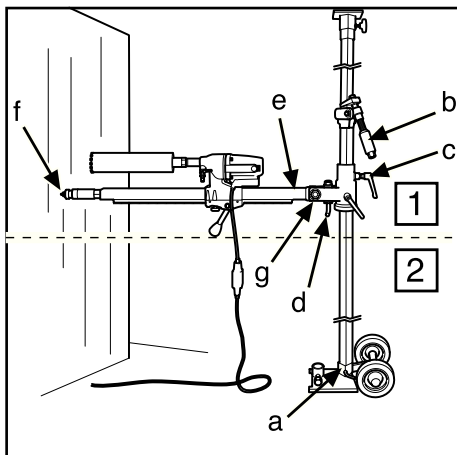
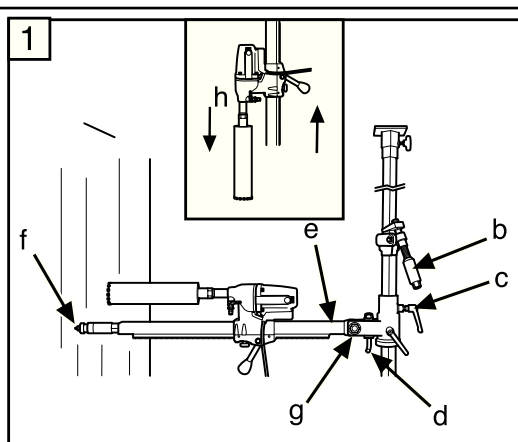
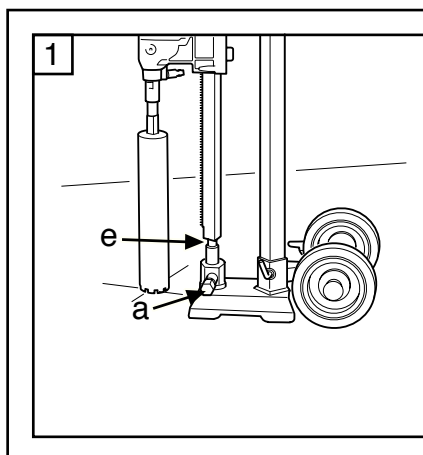

Рис.3
Рис.4
Рис.10
2. Разместите опорную плиту у стены на расстоянии длины сверлильной колонки, винт штатива должен быть ввинчен. Для бурения на высоте до 1.5 м внешняя труба опорной колонки должна быть снизу, а для бурения выше 1.5 м от пола опорную колонку переверните. Убедитесь, что опорная колонка зажата в опорной плите зажимным болтом (A) (рис. 3, 5).
3. Разожмите опорную колонку в потолок, выбрав для зажима ближайшее отверстие во внутренней трубе. Зафиксируйте положение, вращая рукоятку (B) и винт в торце ключом на 24 мм. Не зажимайте слишком сильно.
4. Ослабьте зажим (C) и поверните сверлильную колонку. Отпустите ручку (D) и наклоните колонку.
5. Установите мотор (DMS160) на сверлильную колонку (Рис. 4) (H).
6. Установите сверлильную колонку с мотором в желаемое положение к стене. Зафиксируйте ее рукояткой (C) (Рис. 3,4)
7. Поднимите сверлильную колонку и закрепите ее ручкой (D) и гайкой (G) (рис. 3, 4). Если угол бурения не кратен 90°, отпустите ручку (D), установите сверлильную колонку на заданный угол и затяните гайку (G) ключом на 30 мм (Рис. 3, 4).
- Сверлильная колонка может быть повернута на 360° и зафиксирована в любом положении шестигранным ключом на 8 мм (E) (рис. 3, 4).
1. Соберите стенд согласно инструкции. Сложите сверлильную колонку так, чтобы упор колонки (F) (Рис. 10) вошел во втулку (A) (Рис. 11). Затяните контргайку (G) ключом на 30 мм (Рис. 4) и зафиксируйте ручку (C) (Рис. 4).